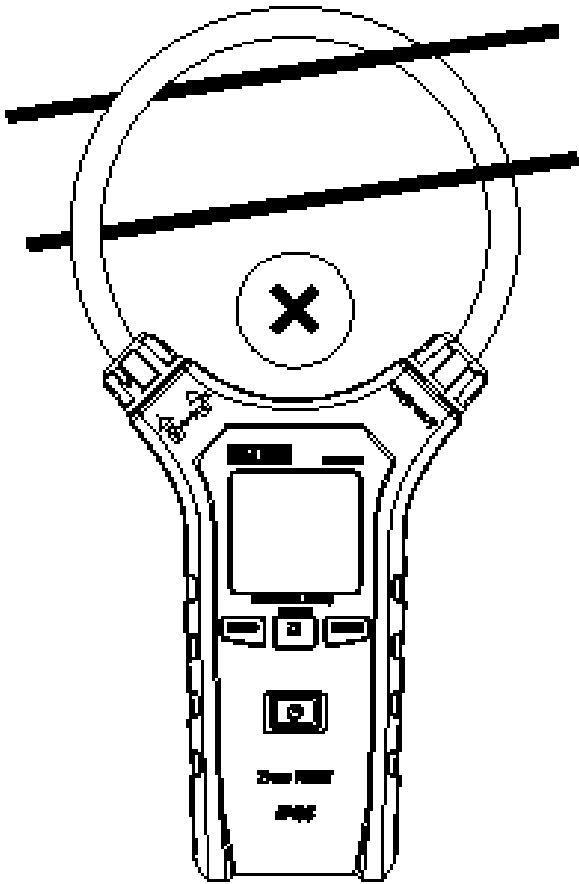
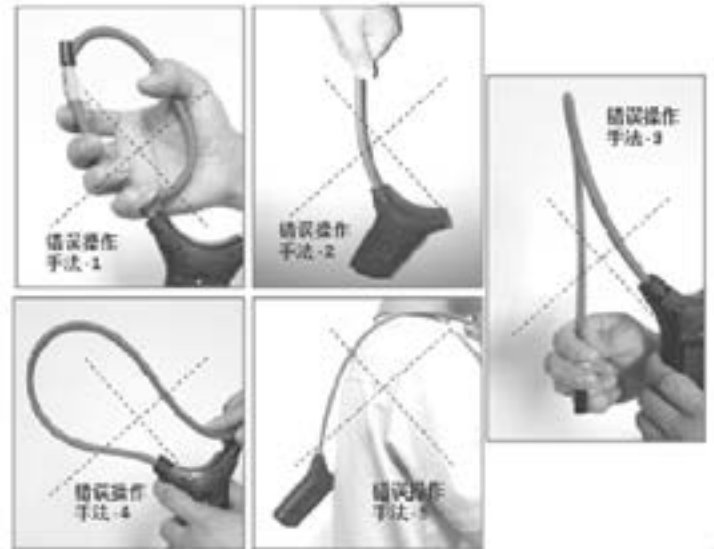

Figure 5.1
Figure 5.2
8. Veuillez ne pas effectuer la mesure et l'opération erronée comme suivant (comme figure 5.1 et figure 5.2).